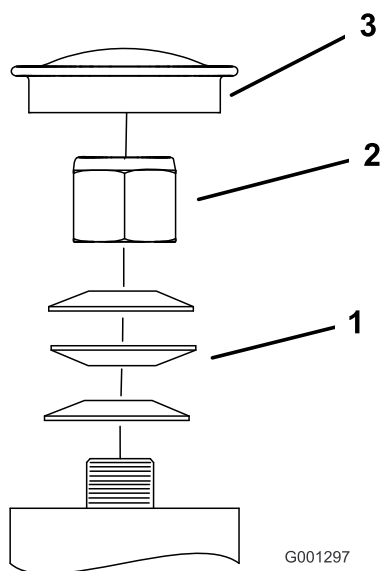
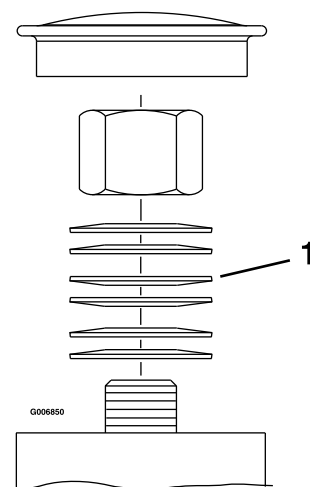

Figure 43
Figure 44
3. Retirez le chapeau de protection de la roue pivotante et serrez le contre-écrou (Figure 43 et Figure 44).
4. Continuez de serrer le contre-écrou jusqu'à ce que les rondelles élastiques soient aplaties, puis desserrez-le de 1/4 de tour pour obtenir la précharge correcte des roulements (Figure 43 et Figure 44).
Important: Veillez à placer les rondelles élastiques comme illustré à la Figure 43 et la Figure 44.